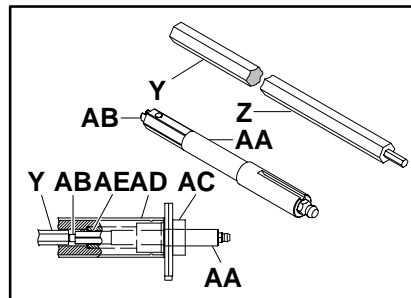

Abbildung 13
Bei der Demontage der Antriebswelle (AA in Abbildung 13) wird ein Dorn mit Sechskantschlüssel mit Verlängerung (Z) benötigt; Teilenummer ☆25-08 für Gurtförderer von 44 mm bis 305 mm Breite oder Teilenummer ◇25-08A für Gurtförderer, die breiter sind als 305 mm.